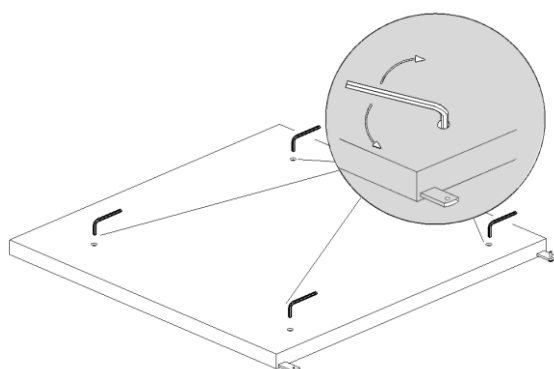

Fig. 2
- Placer le panneau du fond par terre ; tenir compte que l'appareil doit rester légèrement incliné en arrière afin de faciliter la fermeture des portes et assurer un bon fonctionnement. Les petites différences de niveau peuvent être compensées à travers le réglage des pieds (Fig.2);